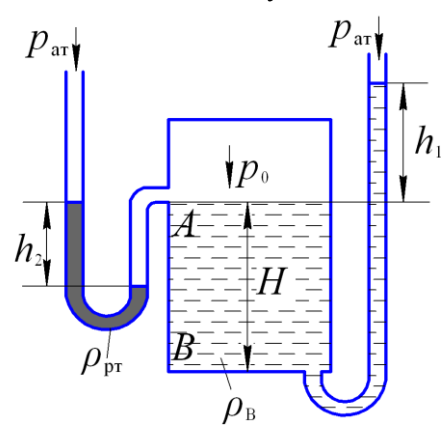

Рисунок 1.18
**Задача 15** (рис. 1.18). Определить величину абсолютного  $p_0$  и избыточного давления  $p_m$  на свободной поверхности в сосуде и высоту  $h_1$ , если высота поднятия ртути в ртутном манометре  $h_2$ . Построить эпюру избыточного гидростатического давления на плоскую поверхность  $AB$ . Исходные данные к задаче приведены в табл. 15.